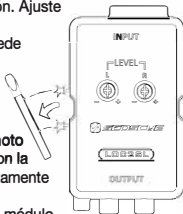

FIGURA 2
1. Desprenda con cuidado el destornillador del costado de la cubierta del **LOC2SL** (Figura 2).